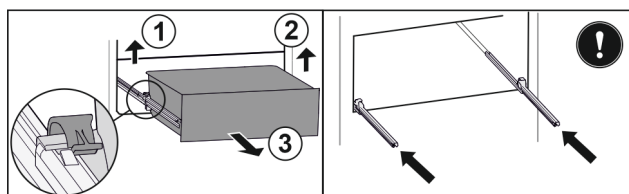

Fig. 89
- Soulever la bride gauche et tirer dans le même temps la partie gauche du tiroir vers l'avant. Fig. 89 (1)
- Soulever la bride droite et tirer dans le même temps la partie droite du tiroir vers l'avant. Fig. 89 (2)
- Retirer le tiroir par l'avant. Fig. 89 (3)